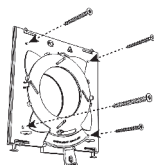

Рис. 5
6. Основание клапана, без крышки, посадочным местом устанавливаем в воздушный канал вплотную к тепло-шумоизоляции. Корректируем положение основания таким образом, чтобы регулировочная ручка была направлена вниз. Осуществляем крепление основания к стене с помощью саморезов (Рис. 5).